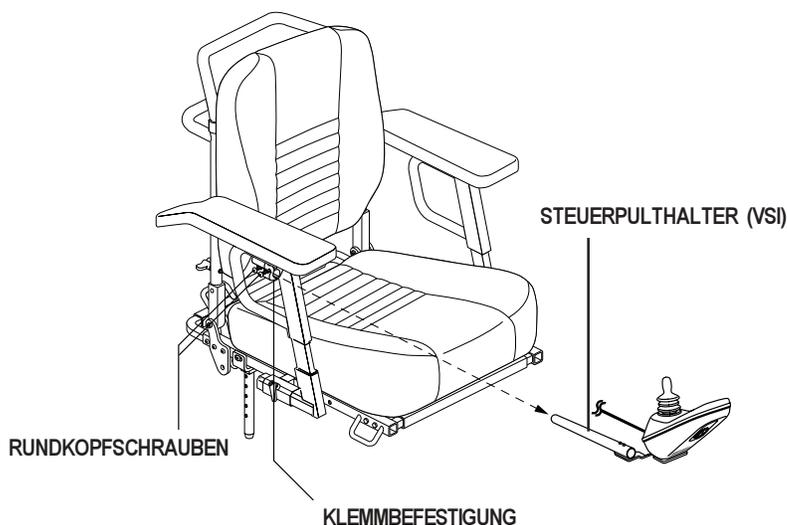

Abbildung 15. Position des Steuerpults
4. Lösen Sie die Rundkopfschraube der Klemmbefestigung an der Armlehne. Siehe Abbildung 15.